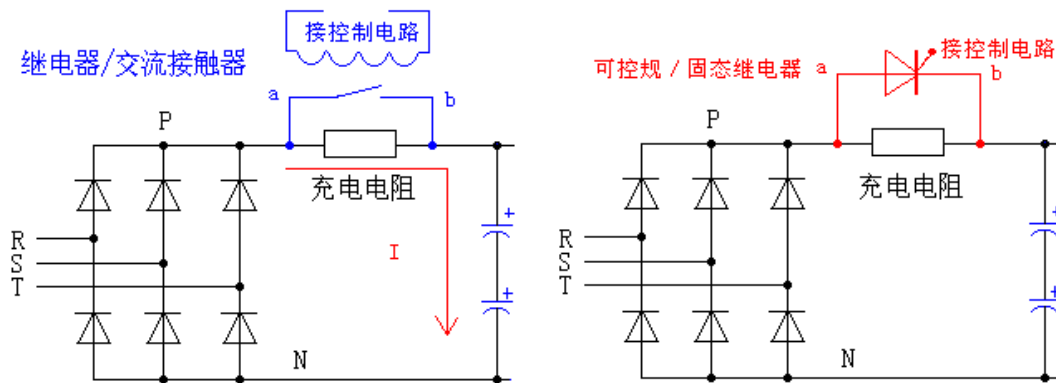

图 4
图 4 工作原理：380V 交流电整流后经过充电电阻对电解电容充电，当充到一定值（比如 200DCV）辅助电源启动给控制板供电，让控制板工作从而继电器或可控硅接通，充电电阻就不用再工作了。在开机的瞬间，流过整流桥的电流  $I = \frac{V}{R} \dots\dots (1)$ ；如果 R 大则 I 小，如何去确定充电电阻的大小呢？是不是充电电阻越大越好还是小点好呢？